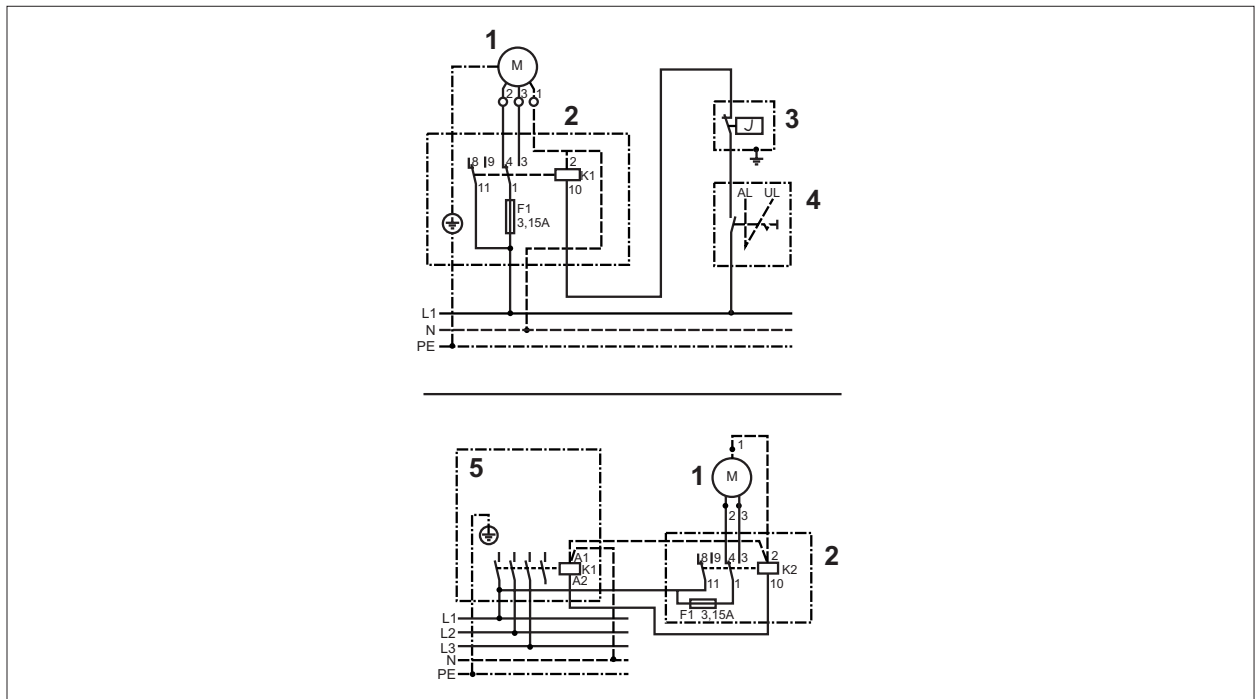

Abb. 7.10 Schaltplan Automatik-Relais A1
- Abb. 7.10 Schaltplan Automatik-Relais A1 beachten.